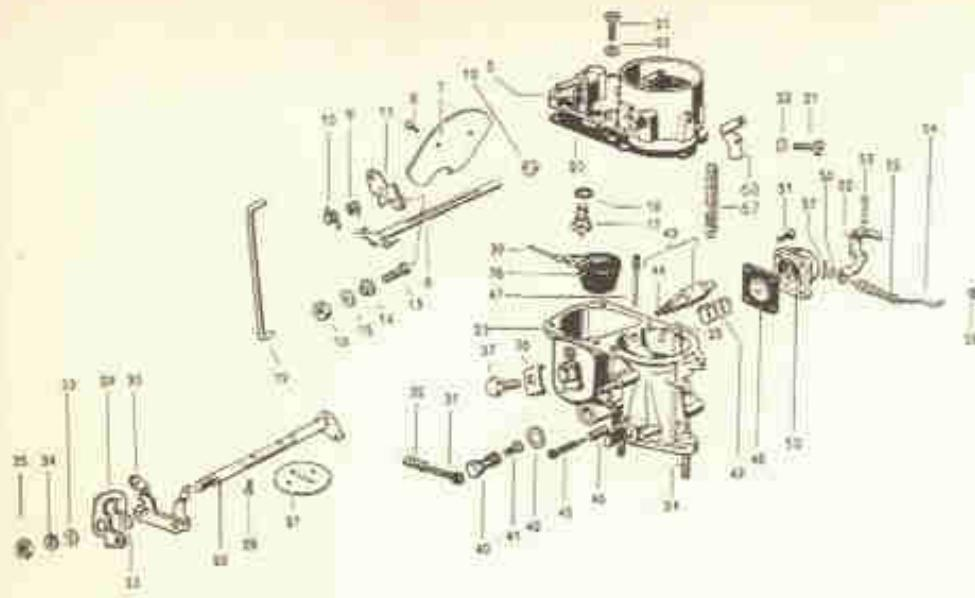

Fig. 18-E — O carburador Solex 30 PIC
**Válvula eletromagnética.** — Ambos os modelos são equipados com uma válvula eletromagnética (43, fig. 18-E), que atua sobre o calibre do pulverizador de marcha lenta de tal modo que, quando a ignição é desligada, a agulha obstrui imediatamente o calibre, evitando a ocorrência de auto-ignição. A ligação elétrica se faz no borne 15 da bobina de ignição e na cabeça da válvula, onde se encontra também um parafuso que tem por fim desobstruir o calibre, em caso de anormalidade na válvula, torcendo o parafuso no sentido dos ponteiros do relógio a agulha fecha o calibre, e em sentido contrário, abre o calibre.
**Serviços mecânicos no carburador Solex 30 PIC** — São os mesmos descritos em relação ao carburador 28 PC1, e apenas por ilustração, citaremos alguns detalhes: o mecanismo da boia é idêntico nos dois tipos assim como a bomba de aceleração. O pulverizador principal (40, fig. 18-E) tem a mesma localização, assim como o calibre do pulverizador de marcha-lenta (44, fig. 18-E), sendo que este último se encontra perto a válvula eletromagnética (43, fig. 18-E).